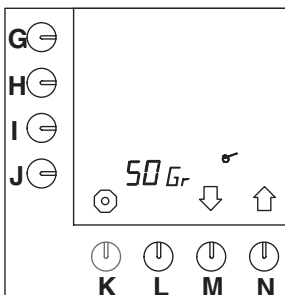

Fig. 48 Indstilling af kaffeberegneren
- Tryk på valgknappen (N.)↑, indtil fig. 48 vises i displayet.